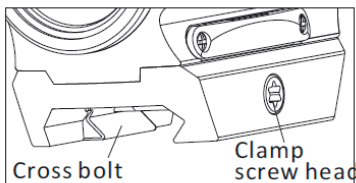

Fig 3
- inserire la chiave a stella in dotazione nell'alloggiamento "clamp screw head" come da fig. 3.
- allentare il perno di fissaggio "cross bolt" (fig. 3) ed alloggiare l'ottica sulla slitta picatinny.
- stringere con l'apposita chiave in dotazione la vite "clamp screw head" (fig. 3).